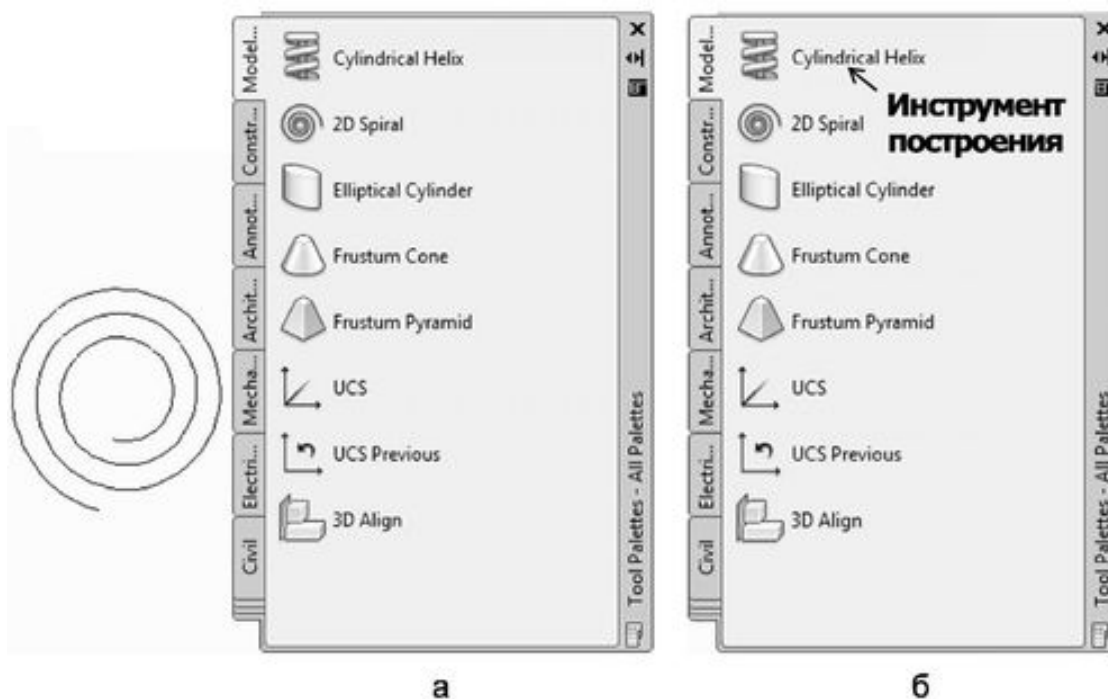

Рис. 1.9. Палитры инструментов
Окно *Tool Palettes* (Палитры инструментов), представленное на рис. 1.9, можно
2. Выделяем в рабочей области нужный объект (рис. 1.9а).
4. Будущее положение инструмента сначала обозначается черной горизонтальной чертой, а затем на трафарете появляется кнопка и название инструмента, принимаемое таким же, как и имя копируемого блока (рис. 1.9б).